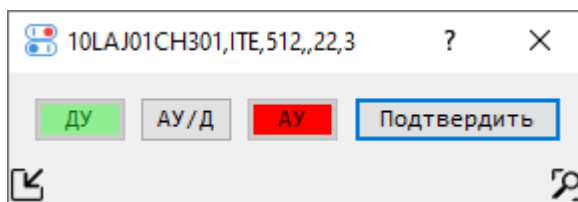

Рисунок 29 – Внешний вид окна управления блоком выбора режима работы
7.9.8 Перечень состояний (команд) блока выбора режима работы, которые могут быть введены с помощью интерфейса пользователя (см. рисунок 29):